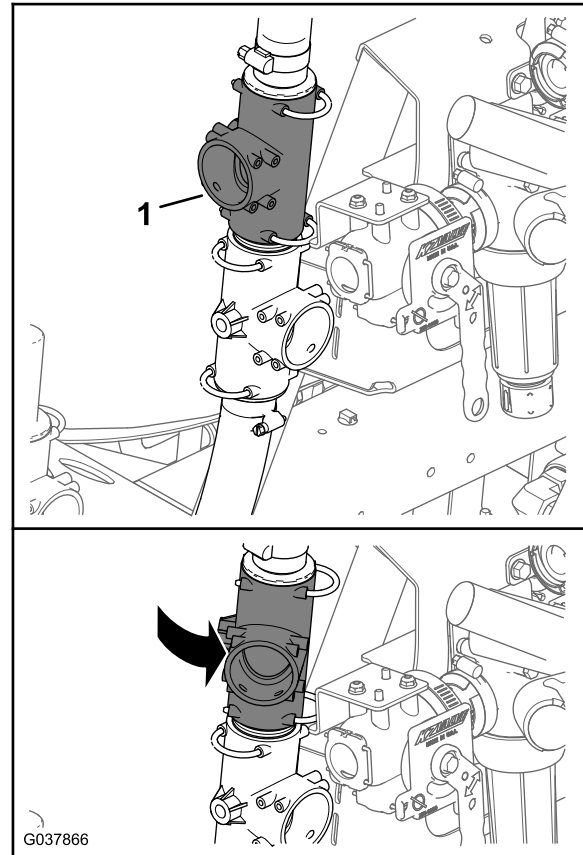

Figure 68
1. Faites pivoter le raccord en T supérieur d'environ 35° dans le sens antihoraire (Figure 68).